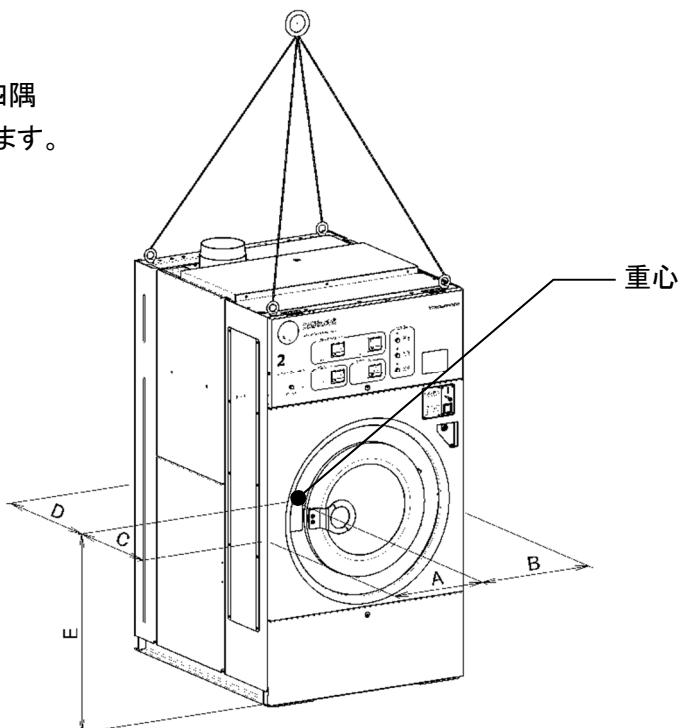

図3-1
- クレーン等で本機を吊り上げるときは、本体上部四隅（図3-1）の4ヶ所に必ずフックをかけて吊り上げます。
- 重量と重心（図3-1）